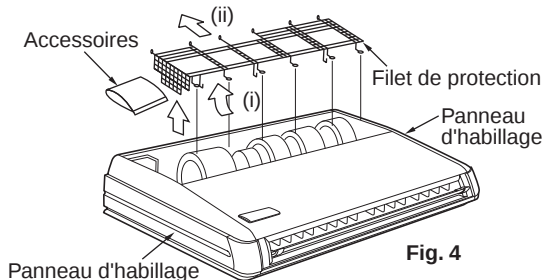

Fig. 4
- Soulevez un côté du filet de protection vers le haut (dans la direction de la flèche (i)) et retirez-le vers l'arrière (flèche (ii)). **(Reportez-vous à la Fig. 4, 5)**